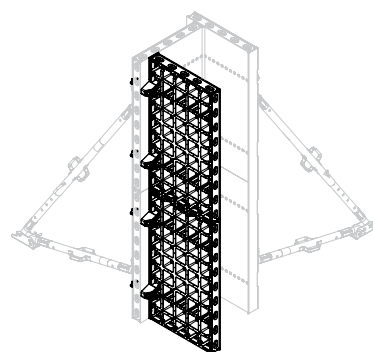

Fig. C1.08
8. Procedere allo stesso modo con la 3° e la 4° unità, preassemblando i profili per smusso DUO 135 e unendole con il connettore d'angolo DUO (23). (Fig. C1.08 + C1.09)